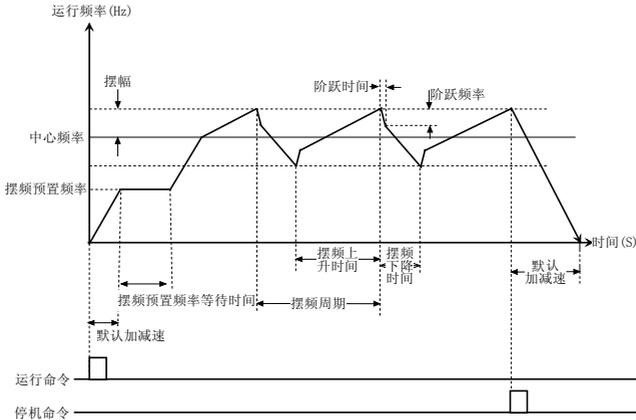

图 5-6-5 摆频示意图
- ◆ 当设定频率为频率设定源1+频率设定源2组合时，中心频率值为P0.02+频率设定源2，非组合时中心频率直接为P0.02值。摆频一般运行过程见图5-6-5中的说明。